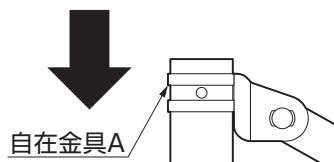

図5-4 下り傾斜
- 下り傾斜の端部には自在金具Aを上り傾斜の場合と、上下逆に取付けます。(図5-4参照)
- ②端末カバーをビーム端部にはめてください。
- ③ビームを自在金具Aに【8-2】で固定してください。
- ④ビームを取付けた後、【8-1】を締め付けて自在金具Aを固定してください。